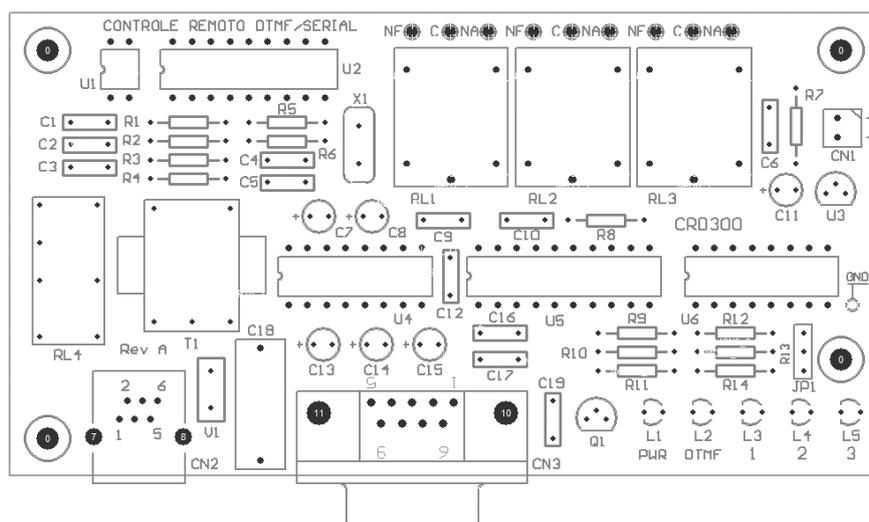

Figura 3-Layout da placa CRD300
2.4 Elementos da placa CRD300 exemplificado na figura 3